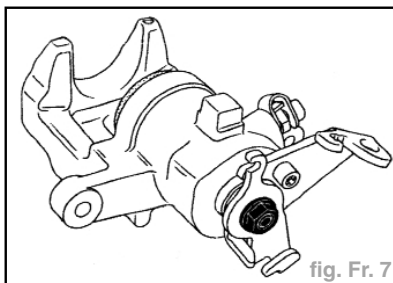

fig. Fr. 7
**Attention :** la vis de fixation de la commande de frein à main ne doit en aucun cas être démontée (fig. Fr. 7).